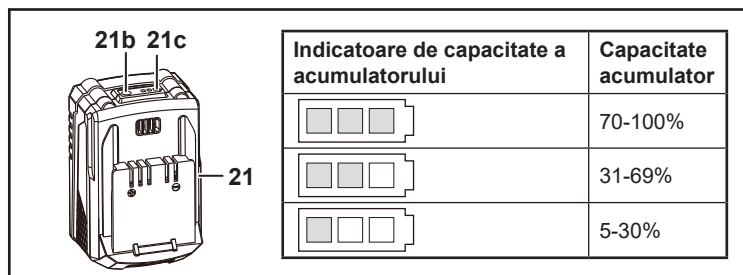

Fig. 9
Acumulatorii (21) sunt echipați cu indicatoare de capacitate (21c) pentru a vedea care este nivelul de încărcare rămas al acestora. Apasă și menține apăsat butonul de capacitate a acumulatorului (21b) pentru a verifica nivelul (Fig. 9). LED-urile vor rămâne aprinse cât timp butonul de capacitate a acumulatorului (21b) este menținut apăsat.